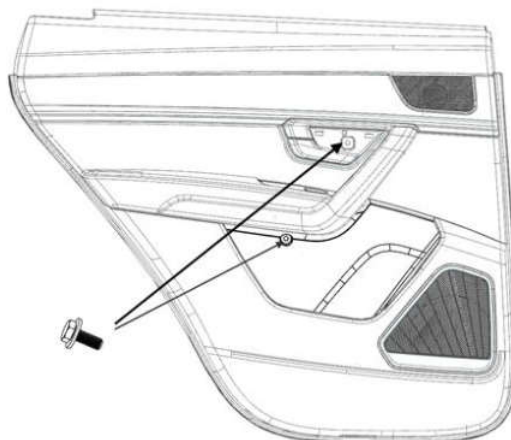

图 9-1-2 左后门螺钉拆卸示意图
- (2) 如图 9-1-2，用 10 号套筒将圆圈处的螺栓拆下（2 个）。